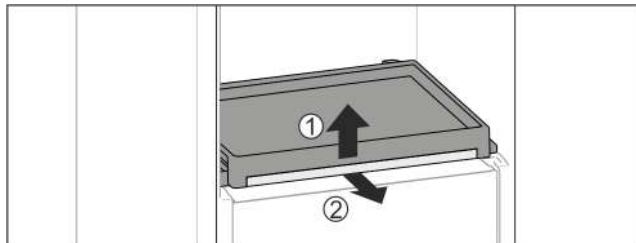

Fig. 35
- Выньте выдвижную панель со стеклянной панелью: Слегка приподнимите спереди стеклянную полку Fig. 35 (1) и потяните вперед Fig. 35 (2).